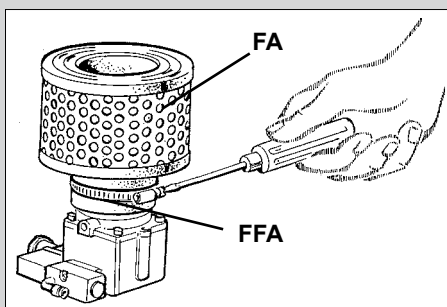

Рис. 42
- Ослабьте фиксирующую планку **FFA** (см. рис. 42) и извлеките воздушный фильтр **FA**.